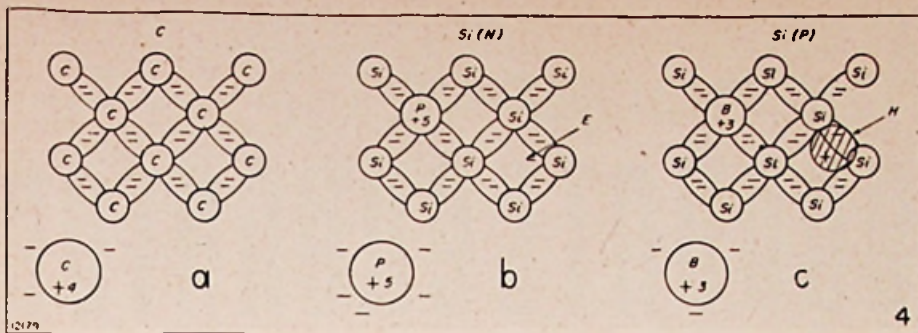

Fig. 4.
In fig. 4 hebben wij een neutraal koolstofatoom afgebeeld (A); een silicium-atoom van het N-type (B) en een silicium-atoom van het P-type (C).